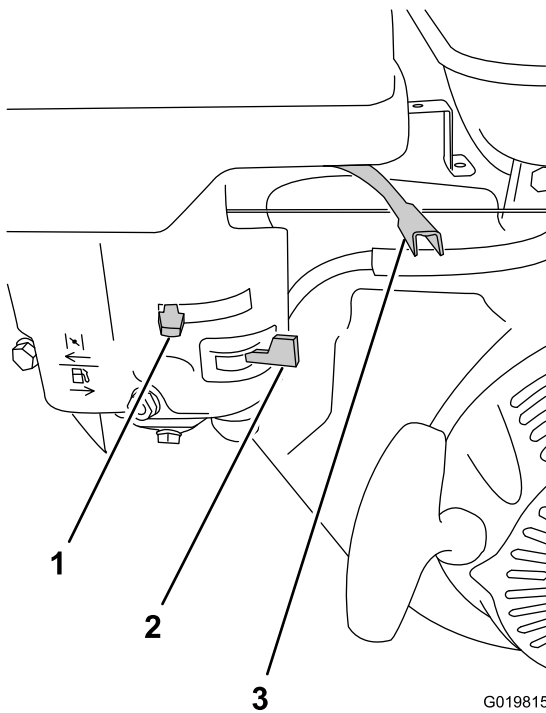

Figura 27
2. Mueva la válvula de combustible a la posición de ABIERTO, totalmente hacia la derecha (Figura 27).
3. Mueva la palanca del estérter a la posición de ACTIVADO (Figura 27).